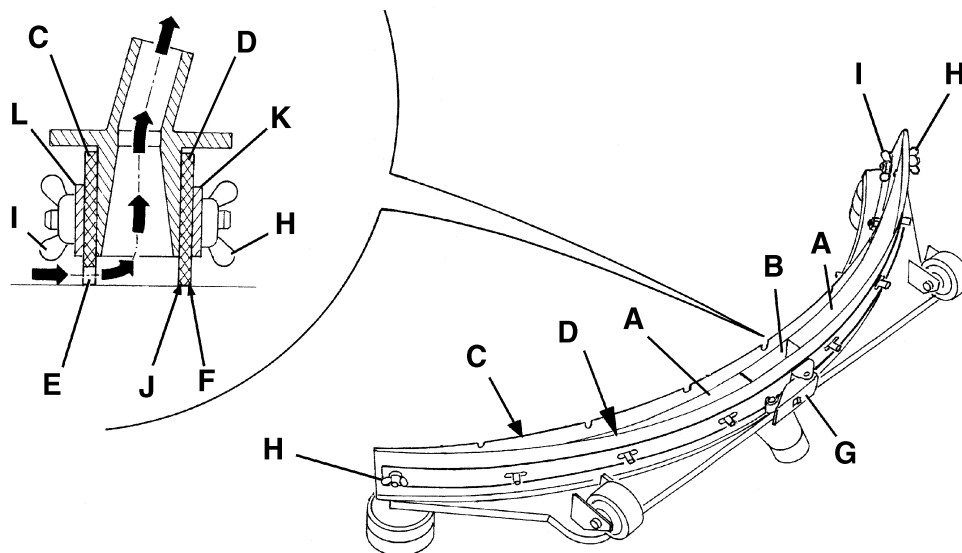
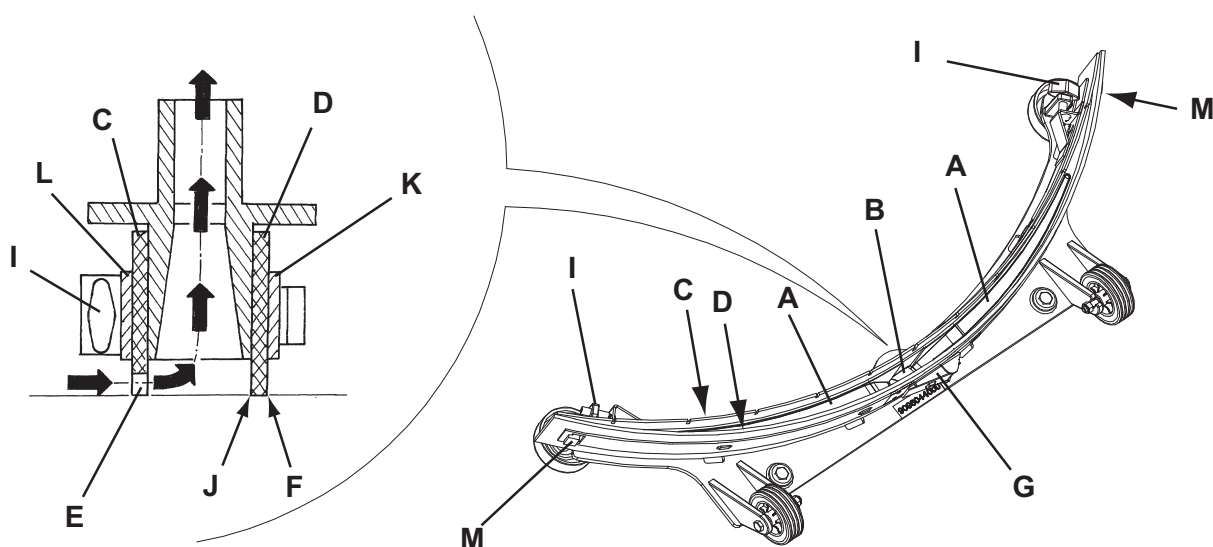

Figure 6
Figure 7
3. Baisser l'embouchure (25) au moyen du levier (10).
4. Desserrer les boutons (26) et déposer l'embouchure (25).
5. Déconnecter le tuyau d'aspiration (15) de l'embouchure.
6. Laver et nettoyer l'embouchure en acier (Fig. 6) ou en aluminium (Fig. 7). Nettoyer en particulier les compartiments (A, Fig. 6 ou 7) et l'orifice (B). Contrôler que la lamelle en caoutchouc avant (C) et la lamelle en caoutchouc arrière (D) sont intactes et qu'elles ne présentent pas de coupures ou déchirures ; dans le cas contraire, les remplacer (voir la procédure au paragraphe suivant).
1. Nettoyer l'embouchure en acier (Fig. 6) ou en aluminium (Fig. 7) comme indiqué au paragraphe précédent.
2. Contrôler que les bords (E, Fig. 6 ou 7) de la lamelle en caoutchouc avant (C) et les bords (F) de la lamelle en caoutchouc arrière (D) se posent simultanément sur le marbre de contrôle, et en toute leur longueur ; en cas contraire, régler leur hauteur en procédant selon les instructions suivantes :
- Dégager le tirant (G, Fig. 6 ou 7) et desserrer les écrous papillons (H, Fig. 6) ou décrocher les dispositifs de retenue (M, Fig. 7) ; régler la lamelle en caoutchouc arrière (D, Fig. 6 ou 7), puis serrer les écrous papillons ou accrocher les dispositifs de retenue et engager le tirant.
- Desserrer les boutons (I) et régler la lamelle en caoutchouc avant (C, Fig. 6 ou 7), puis serrer les boutons.
3. Contrôler que la lamelle en caoutchouc avant (C, Fig. 6 ou 7) et la lamelle en caoutchouc arrière (D) sont intactes et qu'elles ne présentent pas de coupures ou déchirures ; en cas contraire, les remplacer en procédant comme suit. Contrôler que l'arête (J) de la lamelle en caoutchouc arrière n'est pas usée ; en cas contraire, tourner la lamelle en caoutchouc, en remplaçant l'arête usée avec l'une des trois arêtes intactes. Si toutes les arêtes sont usées, remplacer la lamelle en caoutchouc en procédant comme suit :
- Dégager le tirant (G), déposer les écrous papillons (H) ou décrocher les dispositifs de retenue (M), remplacer la bande de retenue (K) et remplacer/turner la lamelle en caoutchouc arrière (D).